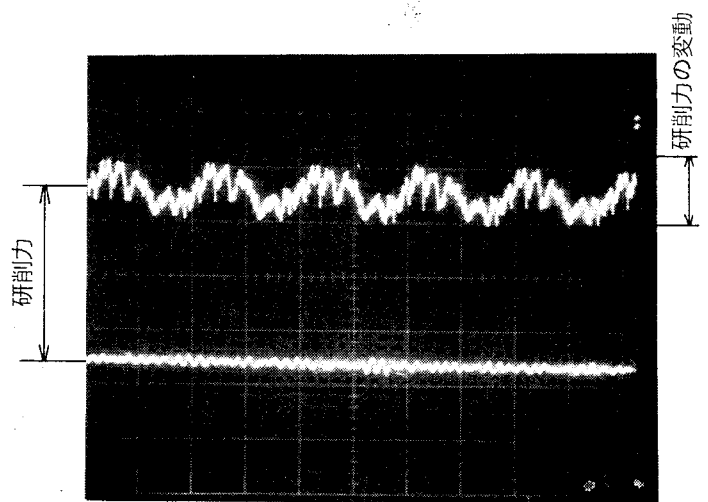

図29 研削力の変動
- ④ 研削力はほぼ一定のパターンで発生し、研削力の変動は少ない。図29を参照。